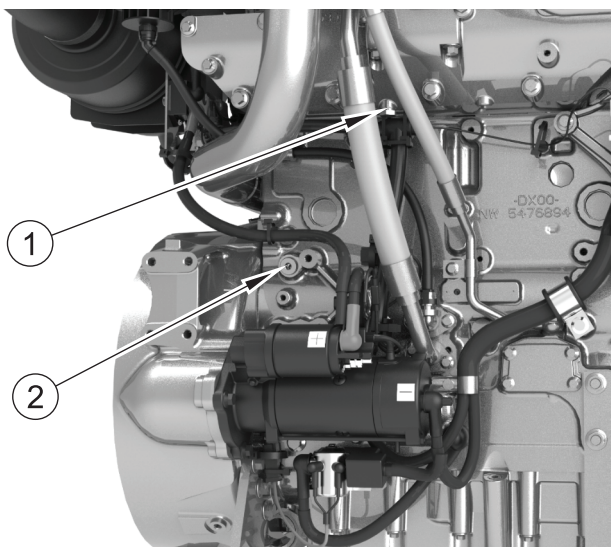

Figura 3
3. Retire el tapón de drenaje (figura 3, elemento 1) del colector de escape y el tapón de toma de muestra situado a la izquierda del bloque de cilindros (figura 3, elemento 2).